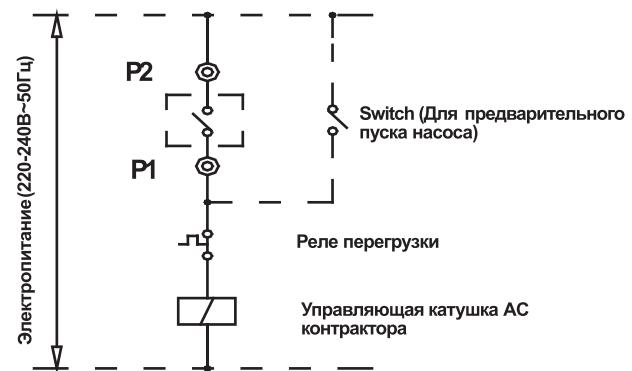

Рис.5-3
Step 11. Провода управления контактором переменного тока насоса должны быть подключены к соединительные клеммы P1 и P2 ведущего блока, как показано на Рис. 5-3.